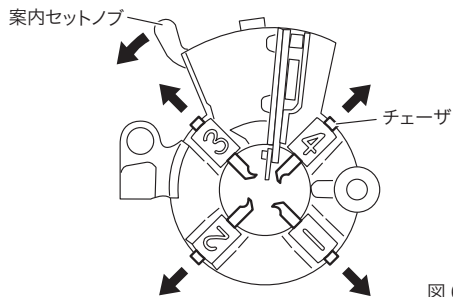

図 6
a. チェーザの取外し方 (図 6)
- ①ダイヘッドをオープン (切上レバーがブロック溝から外れ、チェーザが開いた状態) にしてください。
- ②位置決めノッチを位置決めピンから外し案内セットノブを図 6 の矢印の方向へいっぱいに引きますと、3 番、4 番のチェーザが取り外せます。
- ③ダイヘッドを起こすと 1 番と 2 番のチェーザが取り外れます。